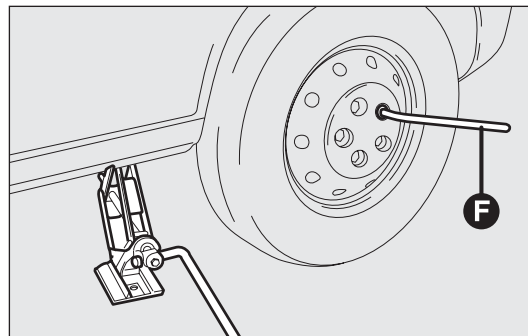

рис. 165
- полностью отверните ключом F – рис. 165 болты и выньте колесо;